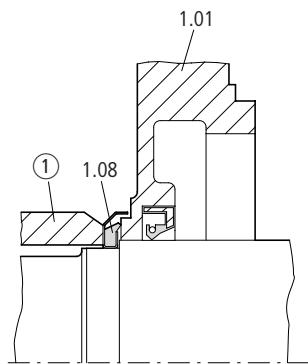

Figure 29 : Insertion des joints d'arbre axiaux
- Insérez les joints d'arbre axiaux AV (1.08) ou AR (2.06) à l'aide d'un manchon adapté ① (→ fig. 29).
- Selon l'exécution, insérez les bagues d'étanchéité axiales présentes à l'aide d'un manchon (→ fig. 29).